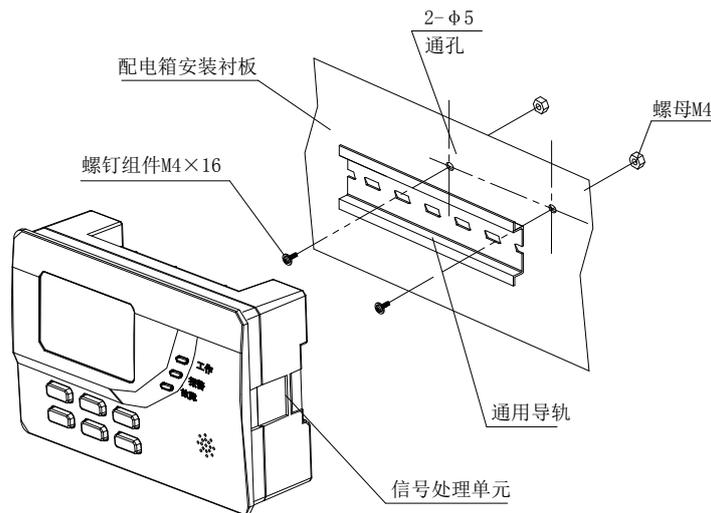

图 2.17 信号处理单元导轨安装图
2.4.1 信号处理单元的安装如图 2.17 和 2.18 所示